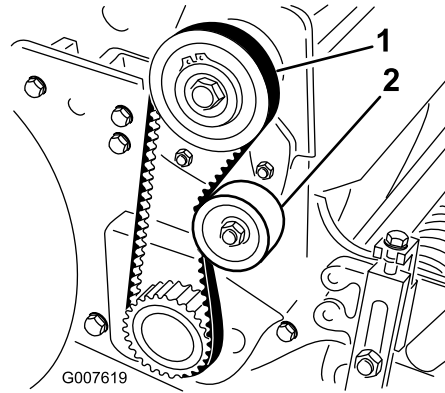

图36
2. 使用 1822N 的作用力按压两皮带轮 图36 中间部位的皮带检查皮带的张紧力。皮带应下压 6mm。
- A. 松开总轮皮带轮安装螺母并紧贴着皮带背面顺时针旋转总轮皮带轮直至达到所需的皮带张紧力 图36。